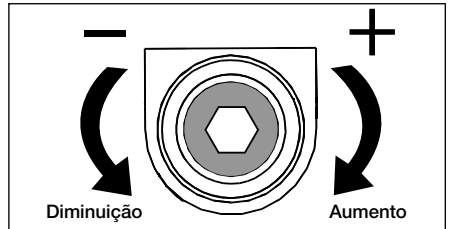

Figura 14, Parafuso de Ajuste da Válvula de Alívio
4. Usando chave Allen de 7/32", gire o parafuso de ajuste da válvula de alívio por 2 voltas. Ver Figura 14.